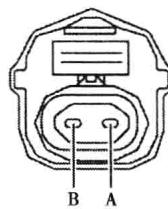

图 1-1-22 进气歧管温度传感器 (MAT) 连接器端子图
15. 进气歧管温度传感器 (MAT) 连接器端子图（图 1-1-22）及端子功能表（表 1-1-15）